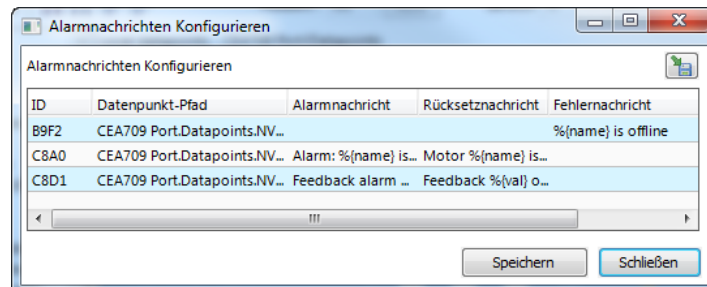

Abbildung 69: Tabellenansicht für das Multi-Edit von Alarmmeldungen.
- **Alarmnachrichten konfigurieren:** Benutzen Sie diese Option vom Kontextmenü, um Alarmnachrichten (Alarm-, Rücksetz-, Fehlernachricht) einer Mehrfachauswahl von Datenpunkten zu editieren. Ein Dialog mit einer Tabellenansicht erscheint wie in Abbildung 69 gezeigt. Editieren Sie die Nachrichten direkt in der Tabelle. Als